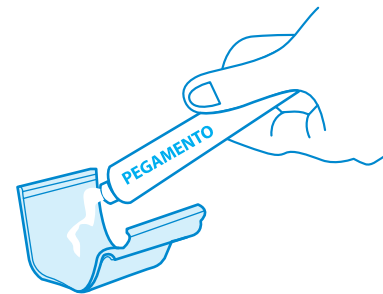

Fig. 13. Aplicación de pegamento a las uniones.
- Aplique pegamento a toda la superficie interior de las uniones (ver Fig.13). La superficie a unir deberá estar limpia y libre de polvo, humedad o cualquier contaminante.